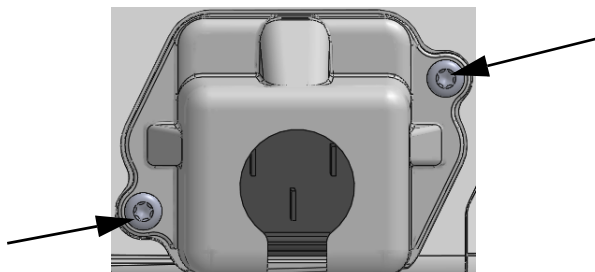

Figura 3-5 Cobertura de entrada de alimentação HemoSphere – localizações dos parafusos
- 1 Se a tampa de entrada de alimentação já estiver instalada, remova os dois parafusos (figura 3-5) que ligam a tampa de entrada de alimentação ao painel traseiro do monitor.